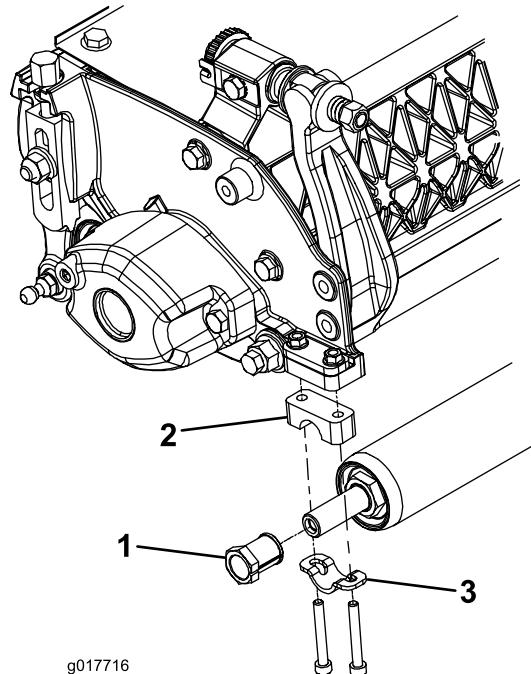

Figura 2
- Bata levemente o ajustador do veio no veio do rolo (Figura 2).
- Monte sem apertar o ajustador do veio e veio do rolo na flange de montagem da placa lateral com um novo espaçador de rolo, nova retenção do veio e calço, parafusos e porcas previamente removidos (Figura 2).